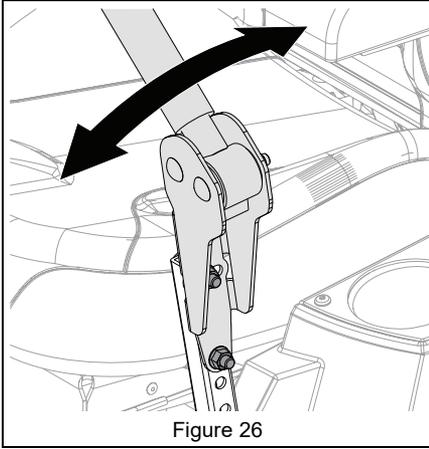

Figure 26
- Desserrer la visserie de montage, aligner les leviers et serrer la visserie. Voir Figure 26.